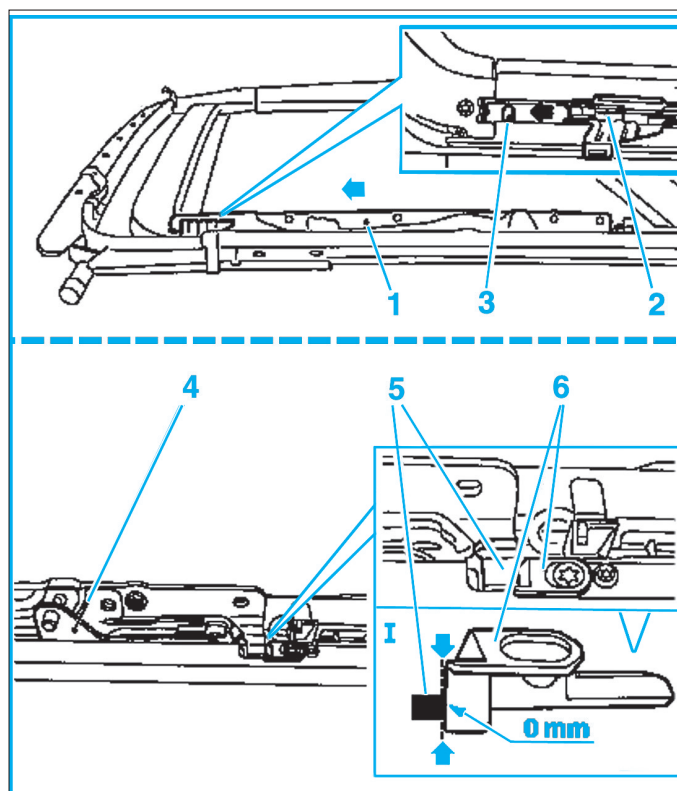

FIG. 36
- Faire coulisser l'ensemble de coulisse (1) jusqu'en butée vers l'avant, jusqu'à ce que le levier à crans du guidage (2) s'encliquette dans l'évidement avant (3) des rails de guidage (Fig.36).
- Régler le guidage arrière (4) par coulisement de telle sorte que les crochets de retenue (5) se trouvent au point le plus haut de l'insert (6).